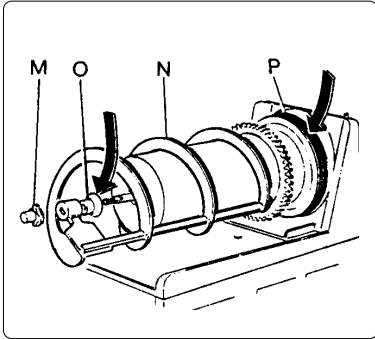

Abb. 16
- f) Bei Wiedereinbau des Rührwerks die folgenden Anweisungen beachten (Siehe Abb. 16):
- die Dichtung (O) muß unbedingt mit Vaselinefett eingestrichen werden, um ein besseres Gleiten zu erzielen.
- die Dichtung (P) wieder einsetzen;
- die Schaberspirale (N) wieder einsetzen;
- alle Komponenten durch Anziehen des Knaufs (M) in Gegenuhrzeigerrichtung befestigen.